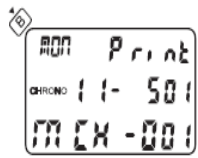

Fig. 21
- Pulsando el botón **B** cuando está sobre la función "PRINT ALL", se vuelve en el modo de recuerdo de los datos y puede así elegir la carrera que quiere imprimir pasando las diferentes carreras con el botón **B** (*fig.21*).